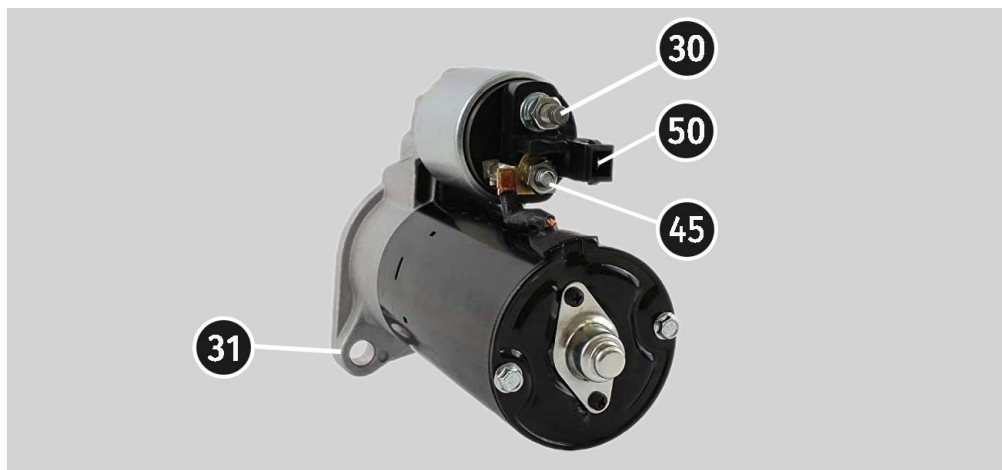

图 31. 启动机端子位置
- 3.使用电缆将测试台“50”接口连接至启动机电磁开关的控制端子 50（见图 31）。
- 4.将通用诊断电缆的 K30 和 K45 导线连接至启动机相应端子（见图 31）。